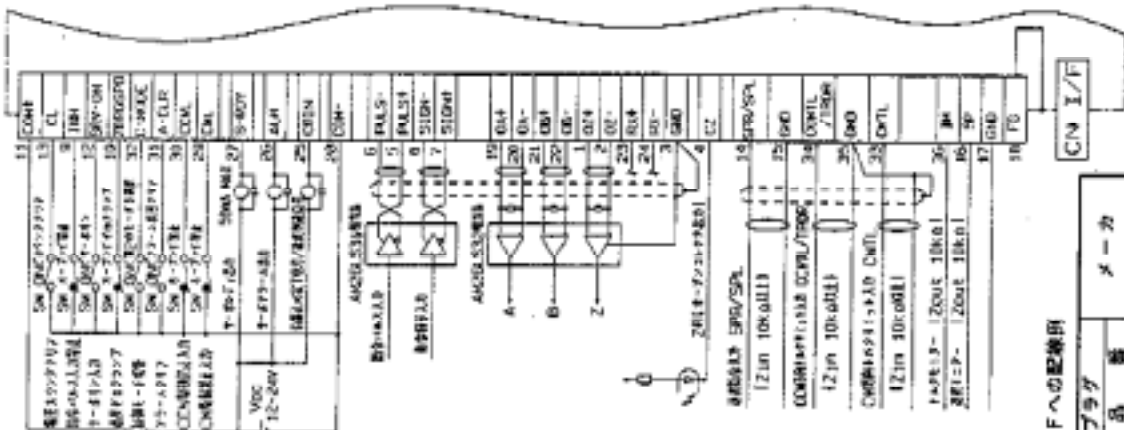

図2. コネクタ CN I/F への配線図
- (1) 図2の\*コネクタ CN I/F への配線図を参考にして配線してください。
- (2) COM+, COM-間に接続される外部制御用のDC1.2~2.4Vの制御信号電源はお音響機の方でご準備ください。
- (3) ドライバと周辺機器は、配線が短くなるように近い距離(3m以内)に配置してください。
- (4) パワーライン (R, S, T, U, V, W, E) との配線とはできるだけ(30cm以上)離してください。同一のダクトに通したり、一緒に結束しないでください。
- (5) 制御出力 (S-RDY, ALM, COIN) の各端子にDC2.4V50mA以上を印加したり、逆極性に電圧を印加したりしないでください。ドライバが破損します。
- (6) 制御出力端子でリレーを高速ドライブする時は、リレーと並列に図2に示す方向でダイオードを装着してください。ダイオードの未装着、逆方向の装着ではドライバが破損します。
- (7) 図2に示すようにCN I/Fの信号ライン (特にアナログ信号入力、指令パルス入力、エンコーダのフィードバックパルス出力等) の配線は、シールド付ツイストペア線を使用してください。シールドはドライバ側でシグナルグラウンド (GND) に接続してください。
コネクタCN 1/Fの接続の詳細を示します。8ページ、図2に示す配線例もあわせて参照ください。